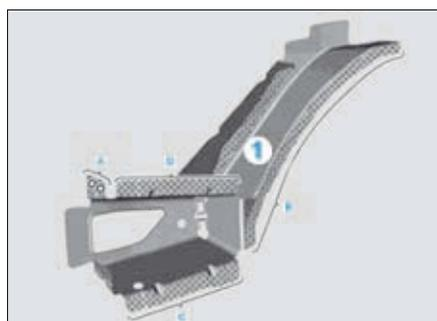

FIG. 14
- Découper sur la partie inférieure du doublure d'aile avant (1) des trous de Ø 7 mm dans la zone (A) (Fig.14).